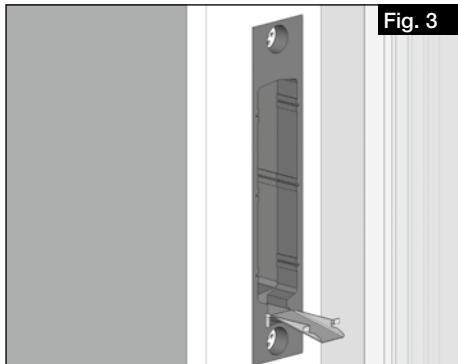

Fig. 3
2. Insérer la tôle d'évacuation de condensat dans le cadre (voir fig. 3).